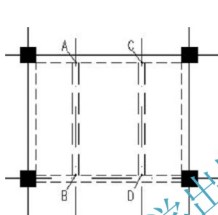

图 5.52 绘制板底梁
(3) 将【虚线】图层设置为当前层。
(4) 启动【多线】命令 (快捷键 ML)。
① 在当前设置: 对正=无, 比例=240.00, 样式=STANDARD, 指定起点或 [对正(J)/比例(S)/样式(ST)]: 提示下, 输入“S”后按 Enter 键。
② 在输入多线比例<240.00>: 提示下, 输入“200” (板底梁的宽度为 200mm) 后按 Enter 键。
③ 在指定起点或 [对正(J)/比例(S)/样式(ST)]: 提示下, 捕捉 A 点作为多线的起点。
④ 在指定下一点或 [闭合(C)/放弃(U)]: 提示下, 捕捉 B 点作为多线的终点, 然后按 Enter 键结束命令。
(5) 按 Enter 键重复【多线】命令, 绘制 CD 多段线后按 Enter 键结束命令, 结果如图 5.52 所示。
(6) 用【对象特性管理器】将图 5.52 中的两根板底梁的【线型比例】修改为“0.5”。